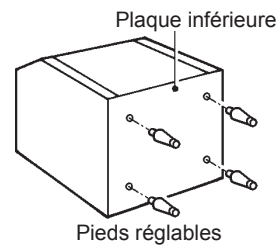

Fig. 3
- 1) Visser à fond les quatre pieds fournis (accessoires du bac) au dessous du bac de stockage. Voir Fig. 3.